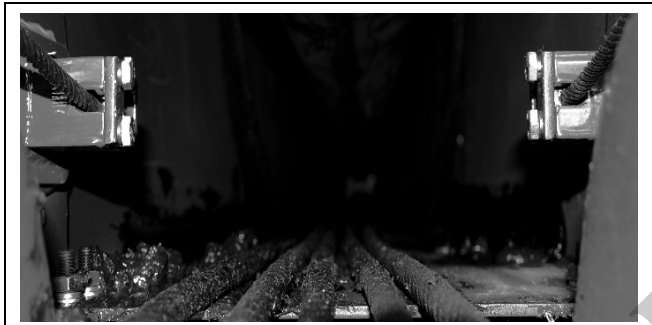

FIGURA 4-62
4. Conecte as extremidades dos botões dos cabos de retração da seção volante aos pontos de fixação dos cabos (Figura 4-62, 1) na seção volante. Use uma placa de retenção (Figura 4-62, 2), dois parafusos e duas arruelas em cada ponto de fixação para prender os cabos.